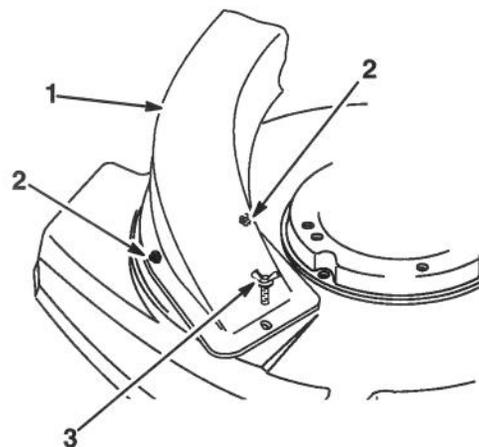

Figure 39
2. Placer l'ensemble de chute dans l'ouverture du carter de la tondeuse (Fig. 39).
5. Fixer l'ensemble de chute sur le carter à l'aide de la vis à ailettes (Fig. 39).